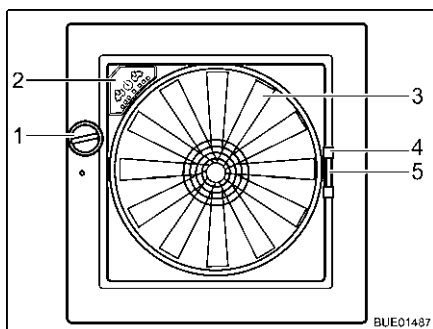

Fig. 92 Lanterneau Omni-Vent
- Tourner le bouton rotatif (Fig. 92,1) jusqu'à ce que l'angle d'ouverture désiré soit atteint.
- Tourner le bouton rotatif (Fig. 92,1) jusqu'à ce que le lanterneau soit entièrement fermé.
- Tirer la moustiquaire par la poignée (Fig. 92,4) vers le côté de cadre opposé.
- Presser la poignée (Fig. 92,5) du dispositif occultant.
**Ventilateur** Quand le lanterneau est ouvert, l'intérieur peut être aéré avec un ventilateur à 6 niveaux de puissance (Fig. 92,3). La commande du ventilateur s'effectue sur son panneau de commande (Fig. 92,2).